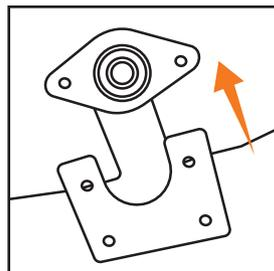

Рис. 35
- Установите пластину фиксатора вала и закрепите четырьмя винтами (Рис. 35).